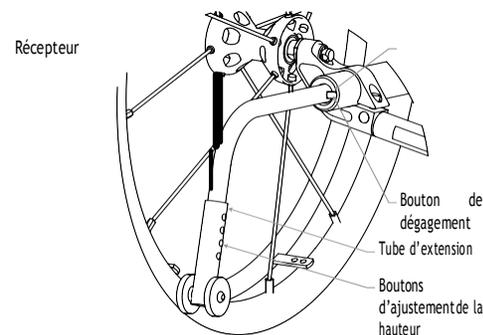

Figure 17.27
- 1 Appuyez et maintenez le bouton de dégainement sur l'anti-basculé. ; (Voir la figure 17.27)